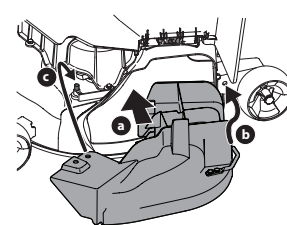

Figure 5
- Relevez le déflecteur d'éjection pour installer le bouchon de déchetage. Voir Figure 5 pour l'installation sur les deux types de plateaux.